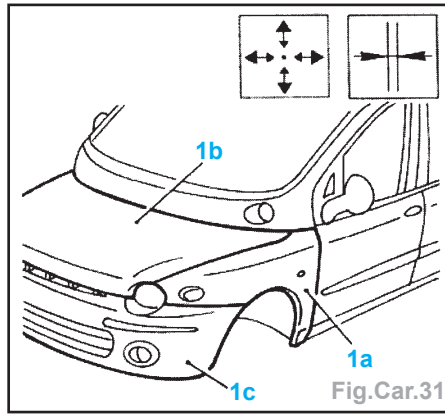

Fig.Car.31
- Mettre en place les pièces en utilisant des vis Parker et contrôler leur position avec les appareils de mesure (Fig.Car.31).